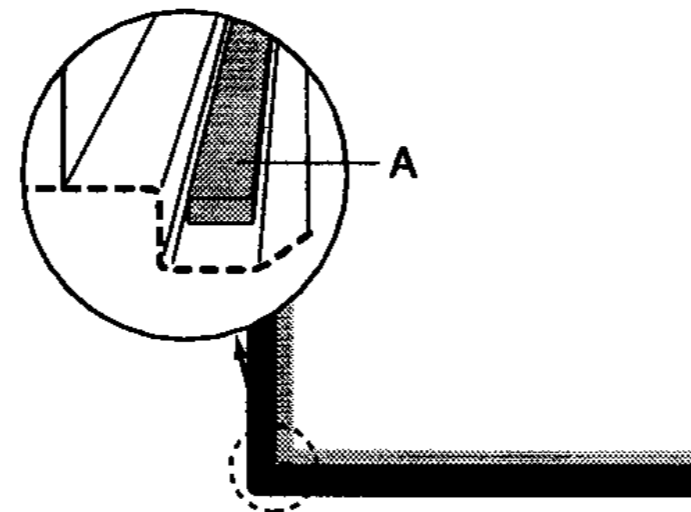

fig. 6
- Coller les bandes mastic (A) livrées avec l'appareil sous le rebord de la table de cuisson (voir fig. 6).